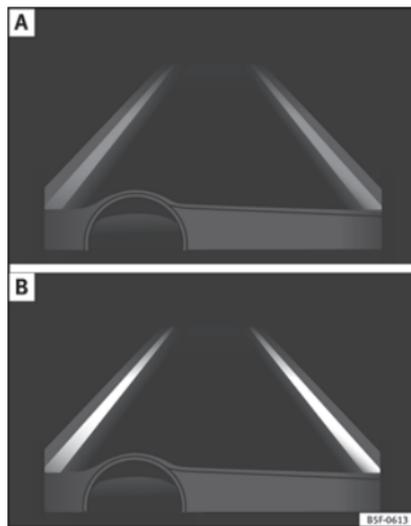

Fig. 212 Sur l'écran du combiné d'instruments : indication sur l'écran de l'assistant de maintien de voie (exemple 1).
- L'assistant est activé, mais indisponible car la vitesse minimale n'a pas été atteinte ou car il ne reconnaît pas les lignes des voies » fig. 212 A.
- L'assistant est activé et disponible, il reconnaît les deux lignes de la voie. Il n'est pas en train de corriger la trajectoire » fig. 212 B.